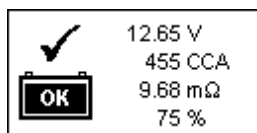

Fig.58
2. Selezionare l'opzione di visualizzazione report in memoria  utilizzando il tasto ► e premendo poi il tasto di conferma . I risultati memorizzati verranno visualizzati come nelle schermate di esempio sotto (Fig.58, 59, 60, 61 e 62):